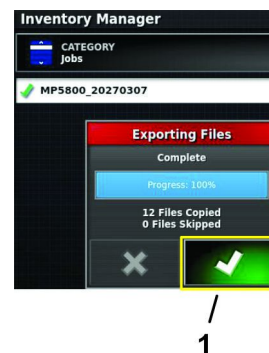

Figura 92
- En el cuadro de diálogo Exportando archivos, pulse el icono Confirmar (Figura 92).